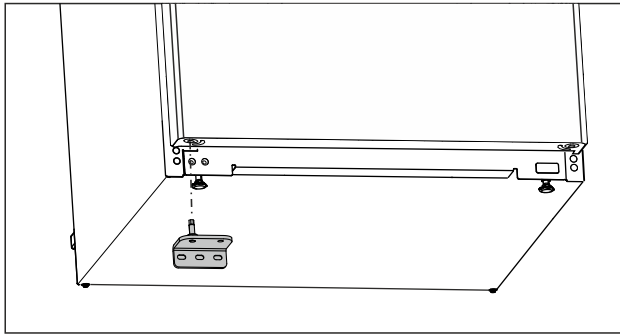

Fig. 25
- Aseta alempi laakerijalusta vastapäiselle puolelle. (katso Fig. 25)